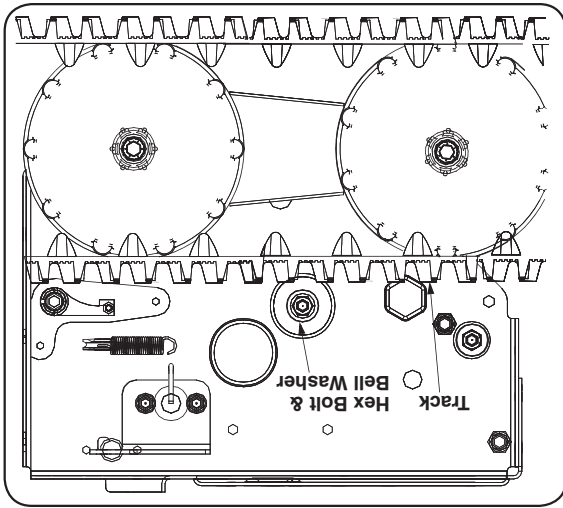

Figure 6-9
3. Tenez l'arbre avec une clé de 3/4 po et enlevez le boulon hex. et la rondelle Belleville, qui se trouvent sur l'extrémité gauche de l'arbre de transmission. Voir les Figure 6-9 et 6-10.